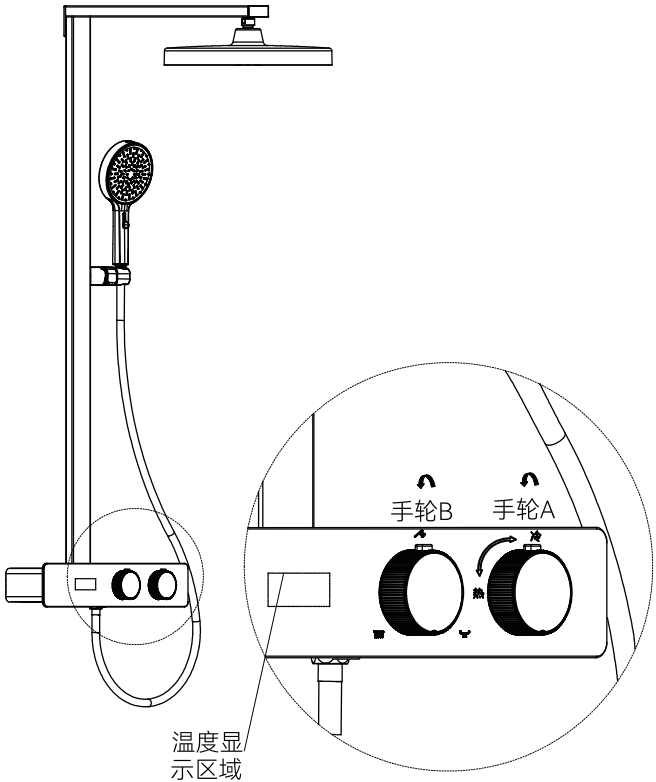
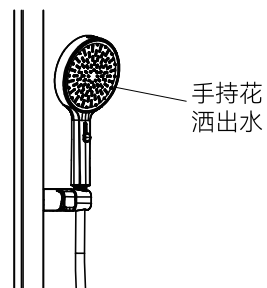
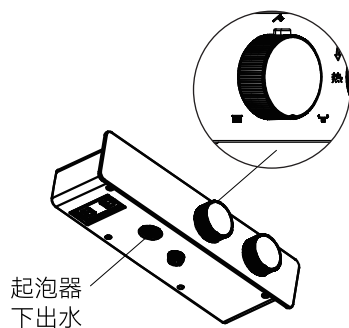

图5-1
图5-2
图5-3
(1)当逆时针旋转手轮A的时候(图5-1)，阀芯开启，出冷水，同时温度显示区域显示实际水温，继续旋转手轮A，直至旋转到底的时候，水温从冷水-混合水-热水的顺序变化，顺时针旋转的时候，顺序则相反，直到阀芯关闭。
(2)手轮B可以360°旋转切换(图5-1), 初始位置为手持花洒出水(图5-2), 当逆时针旋转90°的时候, 为起泡器下出水位置出水(图5-3), 继续旋转90°的时候, 为顶喷位置出水(图5-4), 顺时针旋转的时候则相反。